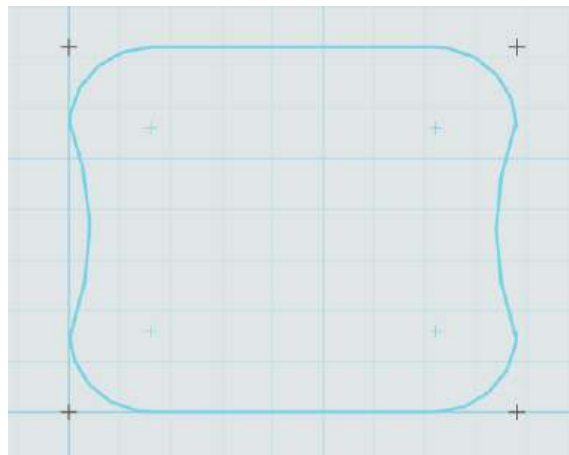

图 8-6
4. 绘制完成后点击草图编辑的剪裁命令，完成后如图 8-6 所示。